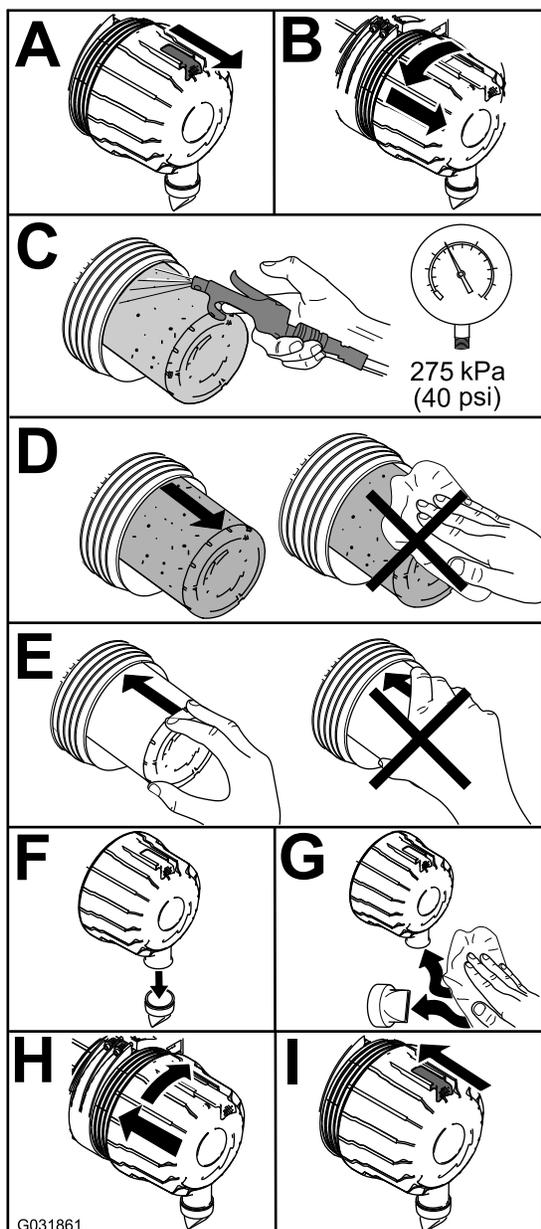

Рисунок 45
1. Замените элемент грубой очистки воздухоочистителя (Рисунок 45).